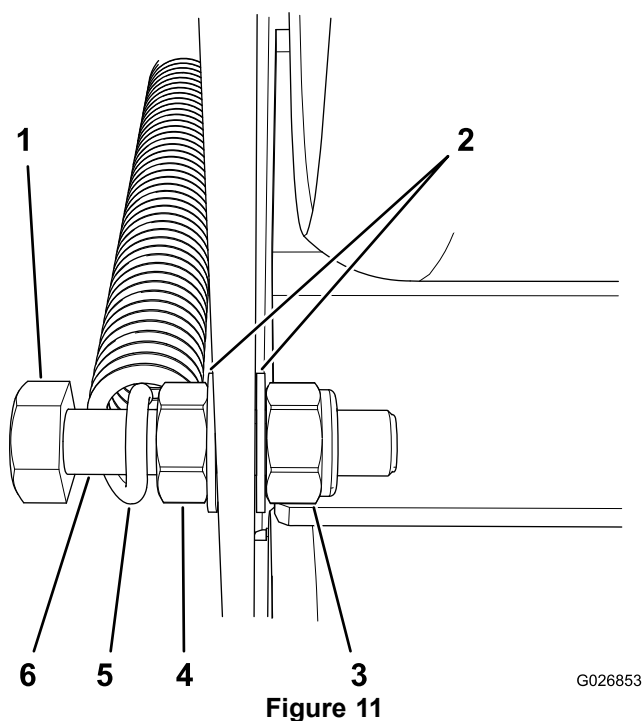

Figure 11
11. Rattachez les 2 ressorts à la tête de direction voulue à l'aide des fixations retirées précédemment ; voir Figure 11.